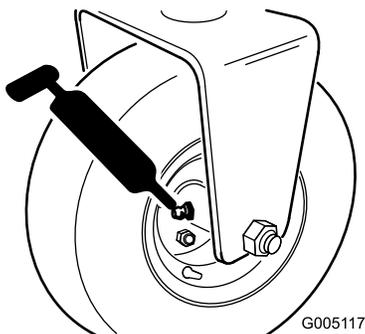

Figure 29
- Moyeu de roue arrière ou, si la machine est équipée d'un kit 3 roues motrices, embrayages à rouleau de roues arrière et roulement à billes extérieur (1) (Figure 29)